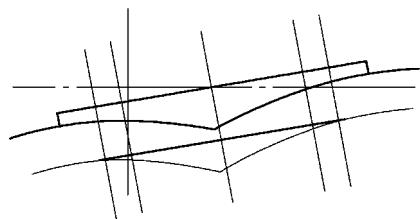

图 11-58 绘制辅助线
7) 将 6) 中的中心线向左偏移 14mm 和 18mm，同时向右也偏移 14mm 和 18mm，如图 11-58 所示。